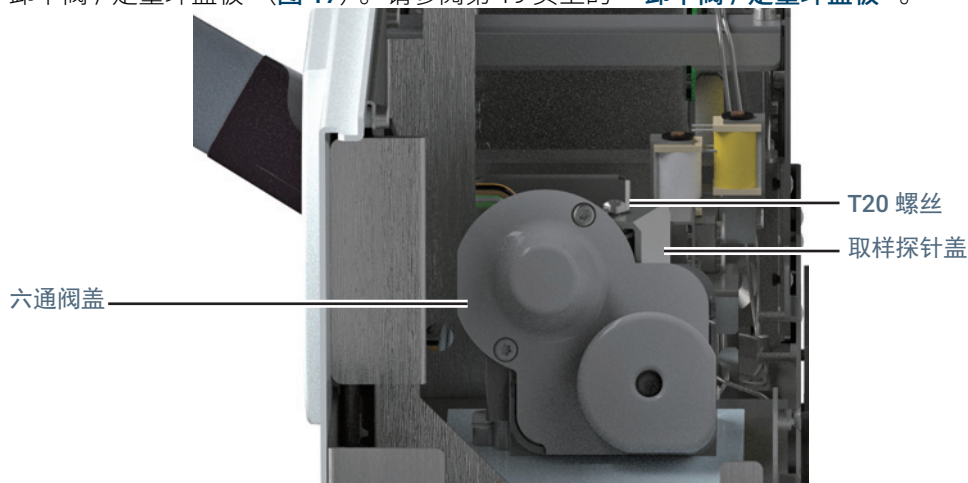

图 17. 阀和取样探针盖板
- 5 卸下阀 / 定量环盖板（图 17）。请参阅第 19 页上的“卸下阀 / 定量环盖板”。